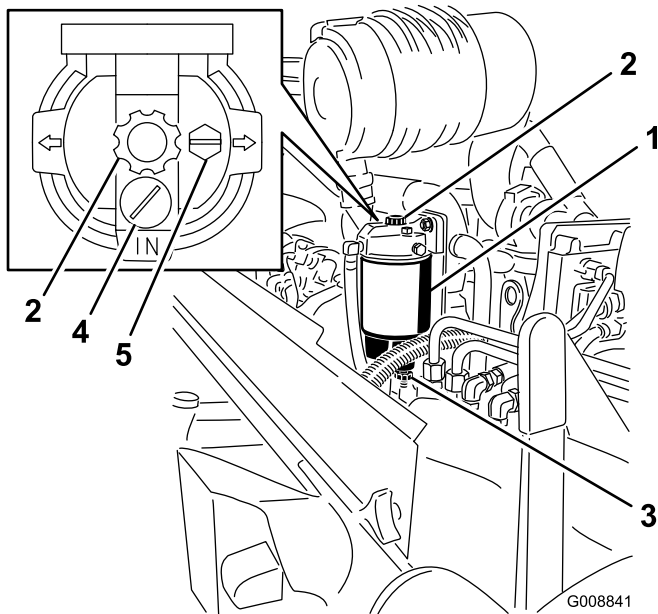

Bild 62
1. Stellen Sie einen sauberen Behälter unter den Wasserabscheider (Bild 62).
2. Öffnen Sie die Ablassschraube und pumpen Sie die Verunreinigungen mit der Pumpe ab (Bild 62).
2. Lösen Sie die Entlüftungsschraube und die Ablassschraube, um etwas Kraftstoff abzulassen (Bild 62).